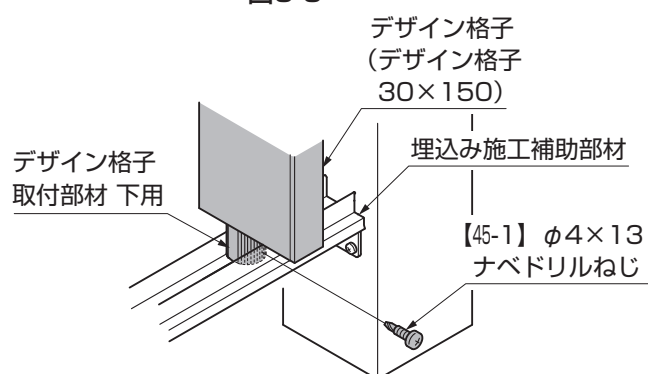

図9-10 デザイン格子の場合
- ③デザイン格子取付部材 下用を埋込み施工補助部材に【45-1】で取付けてください。(図9-10参照)